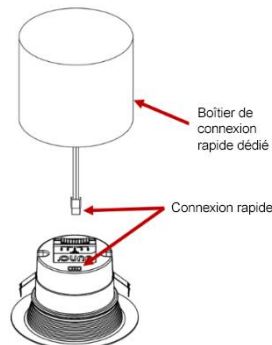

Figure 6
- II. **Installation dans des boîtiers de connexion rapide dédiés :** Brancher le connecteur du boîtier de connexion rapide dédié dans le connecteur orange correspondant situé en haut de la garniture du module. Pousser fermement pour vérifier que les connecteurs sont bien fixés (voir figure 6). **NE PAS LAISSER LE MODULE PENDRE SANS SUPPORT PAR LE CONNECTEUR RAPIDE ORANGE!**